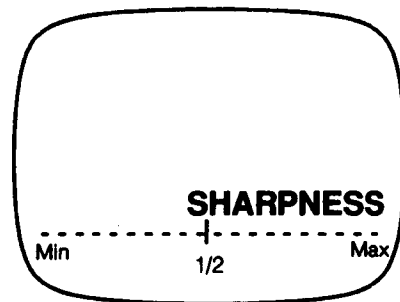

图 1.3.4
①接收一个 PAL 彩条图形。
②按功能钮, 直到锐度字符出现在屏幕上。
③按音量 “升” 和 “降” 钮, 把用户使用的锐度值调到居中位置, 或按正常钮。
④拨动维修开关 (S1101) 进入维修模式。然后, 按下重呼钮, 检查一下屏幕上出现 CHK。
⑤按功能钮, 只到锐度显示在屏幕上。
⑥按音量 “升” 和 “降” 钮, 调整副锐度到图 1.3.4 所示的位置。
⑦按下遥控器上的正常钮, 检查一下 CHK 从屏幕上消失。